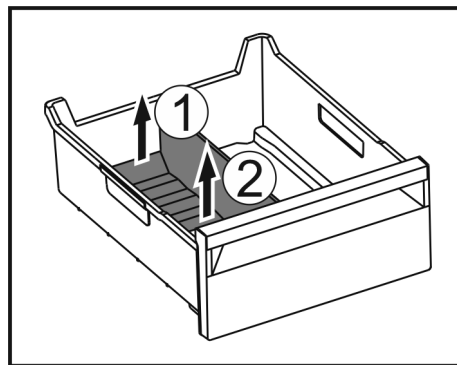

Fig. 147
- ▶ Tõstke jääkambrieraldaja tagumine osa üles. Fig. 147 (1)
- ▶ Võtke jääkambrieraldaja ülespoole välja. Fig. 147 (2)